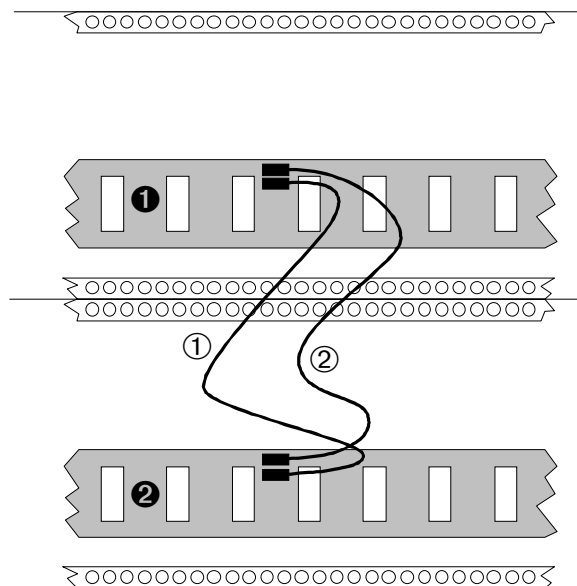

Abb. 10: Herstellen gemeinsamer INT.CV- und INT.Gate-Signalleitungen auf oberem und unteren Bus
- Ziehen Sie die Jumper **J1** und **J2** (s. oben) von der oberen (s. Abb. 10, ①) und der unteren (s. Abb. 10, ②) Busplatine ab.
- Ersetzen Sie die Jumper durch die Buskabel (s. Abb. 10, ①, ②).